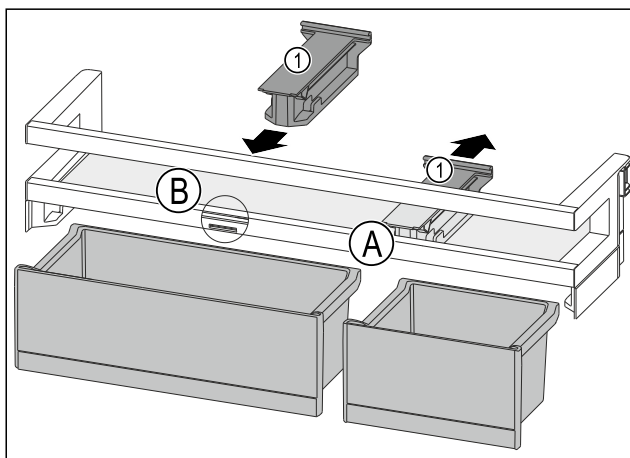

Fig. 112
- Desprindeți piesa de susținere Fig. 112 (1) din poziție Fig. 112 (A) spre spate.
- Introduceți piesa de susținere Fig. 112 (1) în poziție Fig. 112 (B).